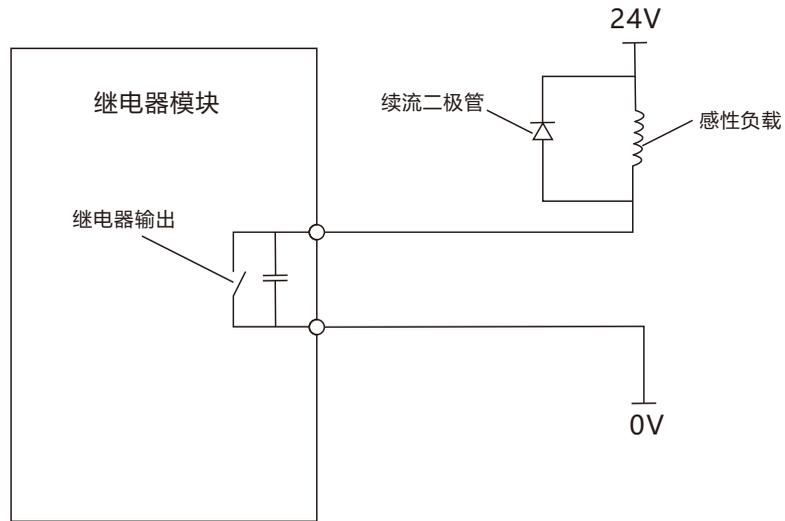

图5-8 RL8051模块接感性负载示意图
2.当输出点用于连接感性负载(电磁阀、继电器线圈等)时,需要在外部反向并联续流二极管(图5-8),否则可能会损坏输出端口。